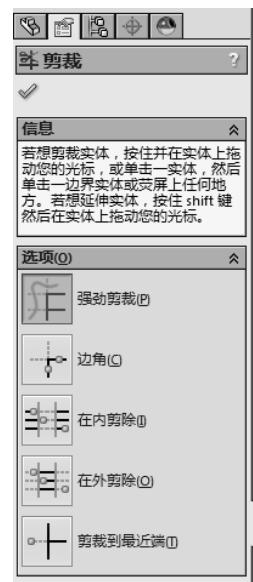

图 3-20 剪裁选项下选择强劲剪裁
- [3] 单击 CommandManager 中的【草图】并选择【剪裁实体工具】。在 PropertyManager 中的“选项”下选择强劲剪裁 强 ，如图 3-20 所示。